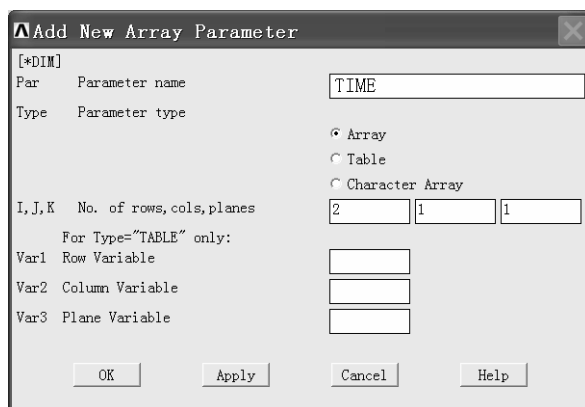

图 6-22 “Add New Array Parameter”窗口
(2) 单击“Array Parameters”窗口中的“Add...”按钮，弹出“Add New Array Parameter”窗口（见图 6-22）。在“Parameter name”后的方框中输入“TIME”，然后单击“OK”按钮返回到“Array Parameters”窗口。